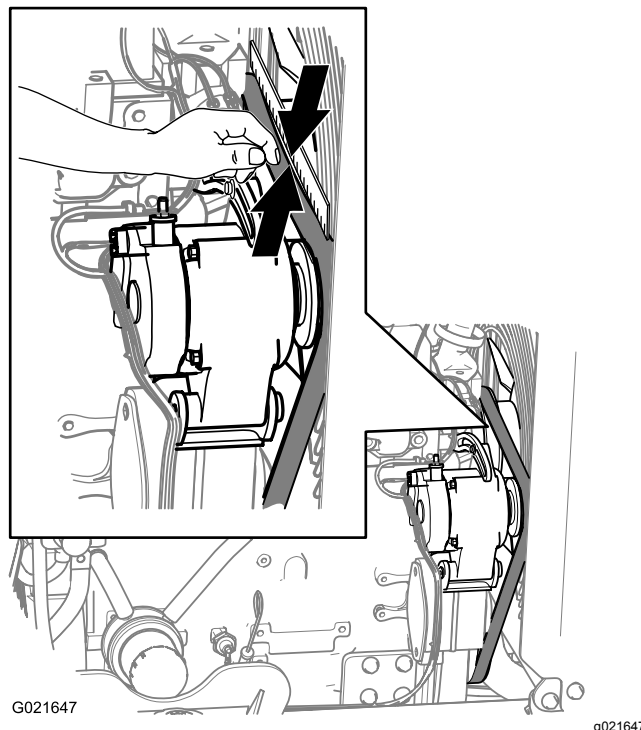

Figura 117
3. Inspeccione la correa en busca de cortes, grietas, hilos sueltos, grasa o aceite, y compruebe que no está torcida ni muestra señales de desgaste anormal (Figura 117).
3. Coloque una regla sobre la correa de transmisión y sobre las poleas, según se muestra en la Figura 117.
4. Presione hacia abajo sobre la correa en el punto intermedio entre la polea del ventilador y la polea del alternador, según se muestra en la Figura 117.